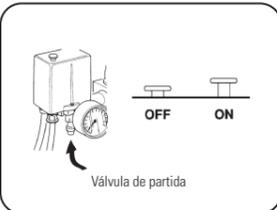

FIGURA 9.1
2. Veja capítulo - Instalação, item 6.3, e acione o compressor através da alavanca/botão de partida **21** (Figura 9.1 - ON).
6. Feche o registro o compressor irá encher o reservatório e desligue o compressor através do botão de partida **21** (Figura 9.1 - OFF).
1. Com auxílio de uma braçadeira (adquirido pelo cliente) conecte a mangueira de ar (adquirido pelo cliente) no bico de conector (Capítulo - Instalação, item 4).
2. Ligue o compressor através do botão de partida **21** (Figura 9.1 - ON) e aguarde o enchimento do reservatório cronometrando o tempo de enchimento.
IMPORTANTE Ao término de cada trabalho, desligue através do botão (Figura 9.1 - OFF) o compressor e remova a água e o ar do reservatório, conforme Capítulo 9 - item 8. Estas instruções baseiam-se em condições normais de operações. Caso o compressor estiver instalado em uma área poluída, aumente e periodicidade das inspeções. Consulte a fábrica ou Posto SAC SCHULZ mais próximo para orientações adicionais para especificar qual o tipo de óleo lubrificante adequado que poderá ser utilizado.